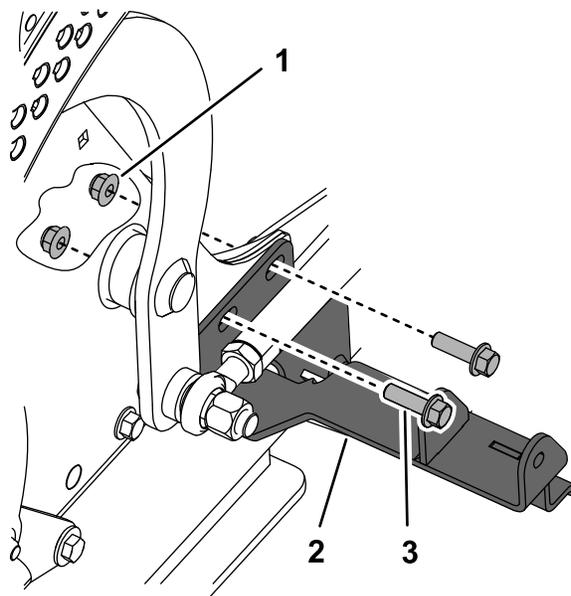
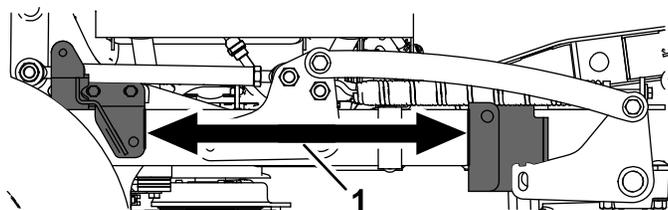
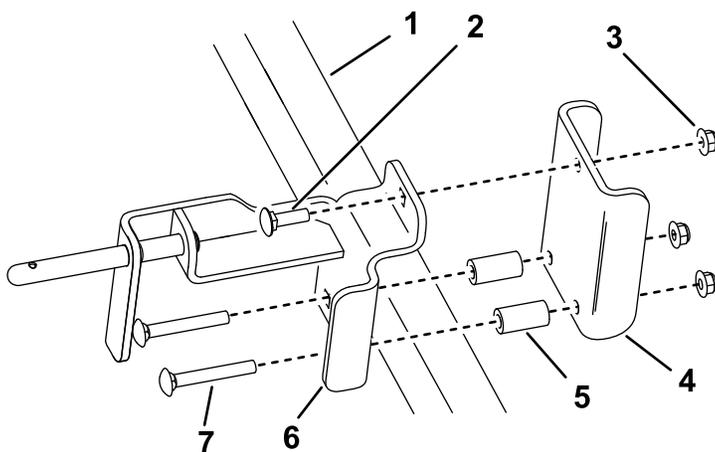

Figure 2
Figure 3
Figure 4
2. Retirez les deux boulons (3/8 x 1¹/₄ po) et les deux écrous (3/8 po) sur le côté droit de la machine (Figure 2).
3. Utilisez les boulons et les écrous que vous venez de retirer pour fixer le support arrière du kit et le carénage du ventilateur au cadre de la machine (Figure 2). Serrez à un couple de 41 à 49 N·m (30 à 36 pi-lb).
4. Avec 1 boulon de carrosserie (3/8 x 1¹/₄ po), 2 boulons de carrosserie (3/8 x 2³/₄ po), 2 entretoises et 3 écrous (3/8 po), fixez légèrement le support avant et la plaque d'appui au cadre tubulaire droit, à 44 cm (17¹/₄ po) environ devant le support arrière (Figure 3), comme montré à la (Figure 4).
8. Si vous installez le système de ramassage sur la machine, déposez les supports avant et arrière (voir Figure 2 et Figure 4). Utilisez les boulons et écrous du support arrière pour fixer le carénage du ventilateur sur la machine.